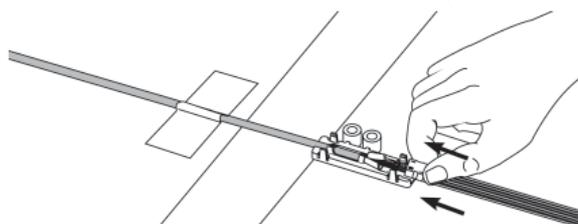

Figura 26
**9.7** Retire a fita adesiva que prende o conjunto de tubos de 900  $\mu\text{m}$  à borda da mesa. Deslize cuidadosamente o conjunto enquanto puxa as fibras desnudadas para que saiam das extremidades dos tubos de 900  $\mu\text{m}$  até que o conjunto fique em cima do corpo do fan-out (Figura 26).